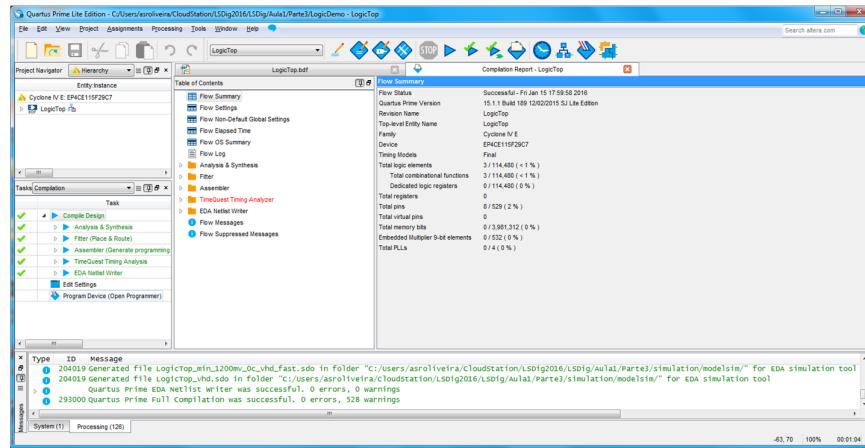

Figura 58 – “Quartus Prime” IDE após compilação (implementação) completa do projeto.
- 11.** Efetue a síntese e implementação do projeto através do comando “*Compile Design*”. No final da compilação o IDE deve apresentar o aspeto da Figura 58.